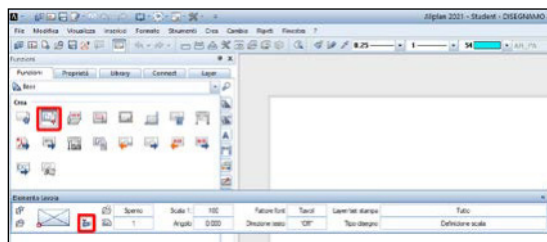
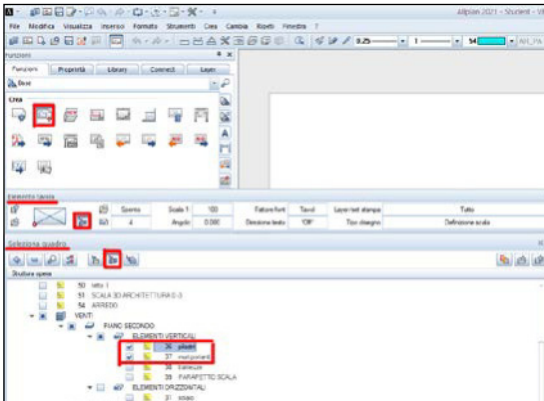

Fig. 80
Fig. 81
- elemento tavola, scelta dei quadri da struttura opera (Fig. 80), dopodiché si scelgono (si attivano) i quadri che si vogliono visualizzare (Fig. 81)